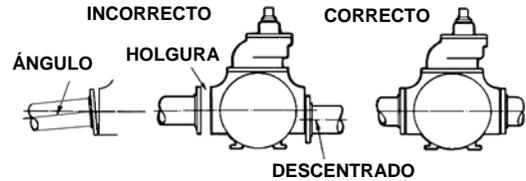

Figura 1
7. Verifique la alineación de las tuberías hacia la bomba para evitar tensiones que posteriormente pudieran causar una desalineación. Consulte la figura 1. Desempeñe las bridas o rompa las juntas de unión. Las tuberías no deben separarse ni caerse. Después de que la bomba haya estado en operación durante una semana o dos, vuelva a verificar completamente la alineación.